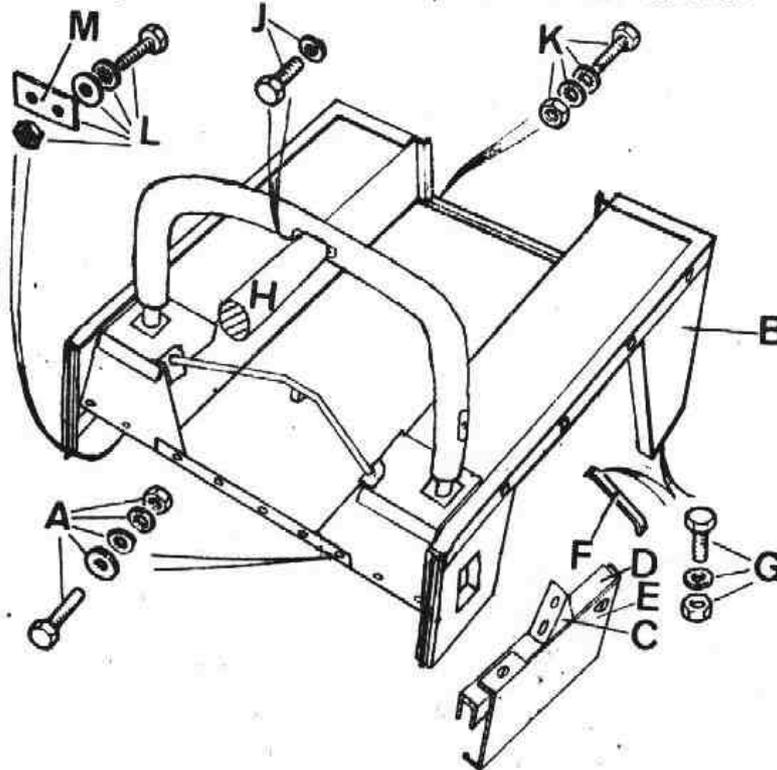

Fig. Q-49 Desmontaje de la caja de carga
3.5. Soltar los elementos de fijación, A (Fig. Q-49) de la caja de carga, B, a la base de asiento.
3.6. Aflojar los tornillos de fijación del refuerzo interior, C (Fig. Q-49) soporte del cinturón de seguridad al perfil umbral, D.
3.8. Desmontar las tirantas, F (Fig. Q-49) de los paneles laterales traseros de la caja de carga al chasis, soltando sus elementos de fijación, G.
- 3.9. Soltar la barra antivuelco longitudinal, H (Fig. Q-49) de sus elementos de fijación, J.
- 3.10. Soltar los elementos de fijación, K (Fig. Q-49) de la caja de carga, B, a los soportes del travesaño posterior del chásis.
- 3.11. Soltar los elementos de fijación, L (Fig. Q-49) de la caja de carga, B, a los soportes delanteros del chásis.